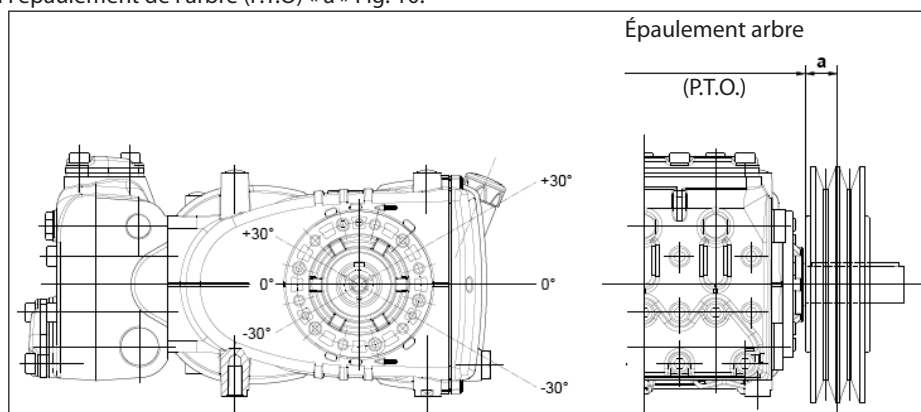

Fig. 10
La charge radiale sur l'arbre ne doit pas être supérieure à 3000 N (valeur nécessaire pour la définition du plan). La transmission est considérée appropriée si une telle charge est appliquée à une distance maximum de $a=30$ mm de l'épaule de l'arbre (P.T.O) comme l'indique la Fig. 10.
- b) Utiliser des courroies à haut rendement - par exemple **XPB** au lieu de **SPB** - car il sera nécessaire d'avoir une quantité inférieure de courroies égales à la puissance transmise et par conséquent une distance inférieure de la résultante par rapport à l'épaulement de l'arbre (P.T.O) « a » Fig. 10.